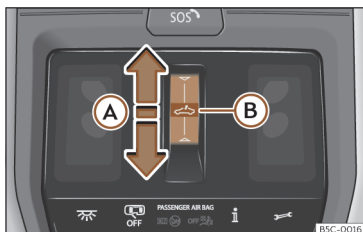

Fig. 82 En el revestimiento interior del techo: tecla del techo de cristal.
- Movimiento automático: deslice el dedo hacia atrás sobre el área funcional >>> **fig. 82 (A)**.
- Antes de que transcurran aprox. 5 segundos desde la activación de la función antiaprisionamiento, deslice el dedo hacia delante sobre el área funcional  >>> **fig. 82** (A) y mantenga presionado hasta que el techo se cierre completamente.